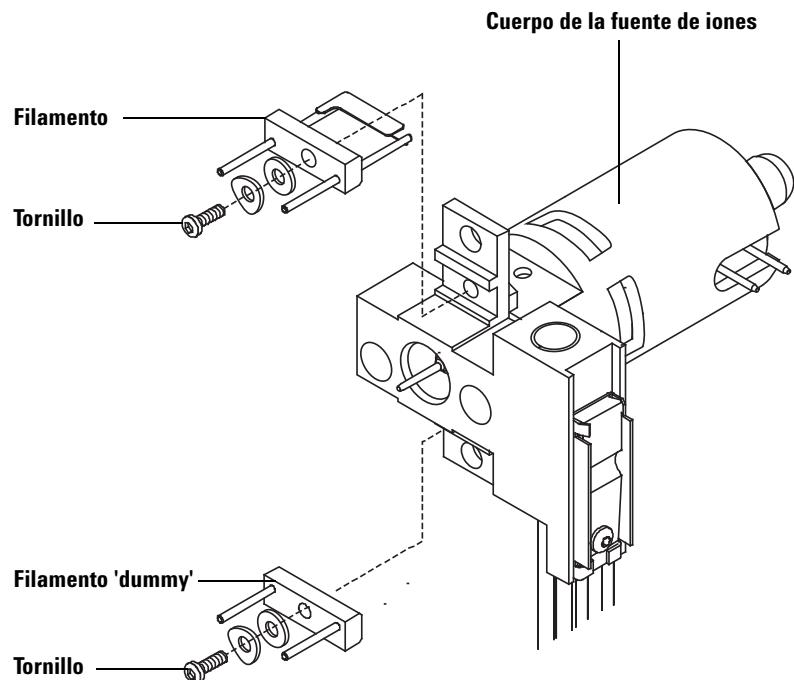

Figura 42 Cambiar el filamento de CI
- 4 Instale los tornillos de ajuste manual (Figura 42).